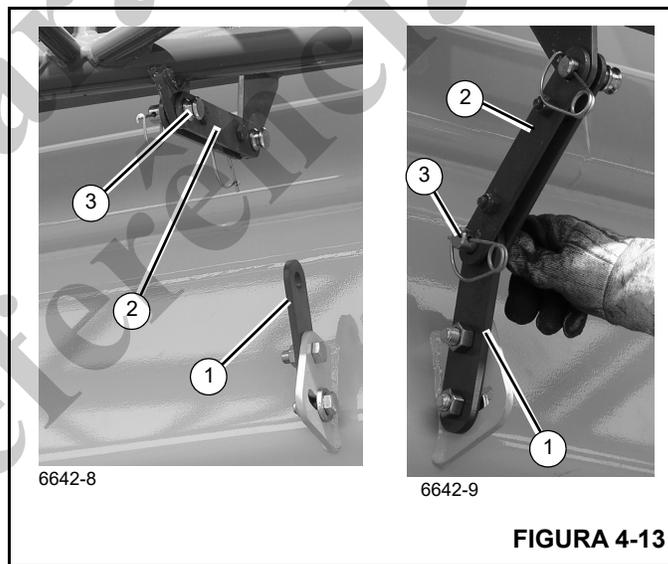

FIGURA 4-13
9. Mova a barra de trava (9, Figura 4-20; 2, Figura 4-13) até a barra de fixação da base da lança (1) e instale o pino (3). Fixe com o grampo de retenção.